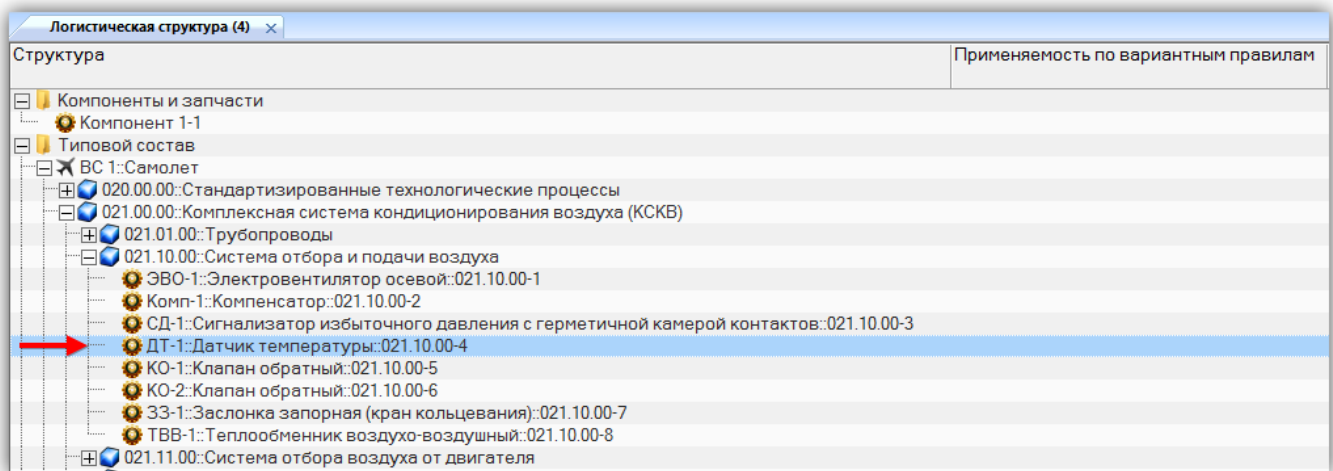

Рис. 10-219 – Выбрать элемент структуры изделия
4) При установке флага «Показать только различия» в таблице результатов будут показаны только опции, значения которых отличаются в выбранных для сравнения конфигурациях (рис. 10-219).